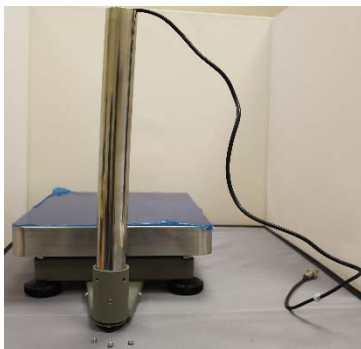

Abb.3
- Drehen Sie die Wägebrücke wieder um. Führen Sie das Kabel der Wägezelle durch das Stativ. Setzen Sie das Stativ nun in die untere Stativhalterung, und fixieren Sie es mit den 3. (Abb.3)